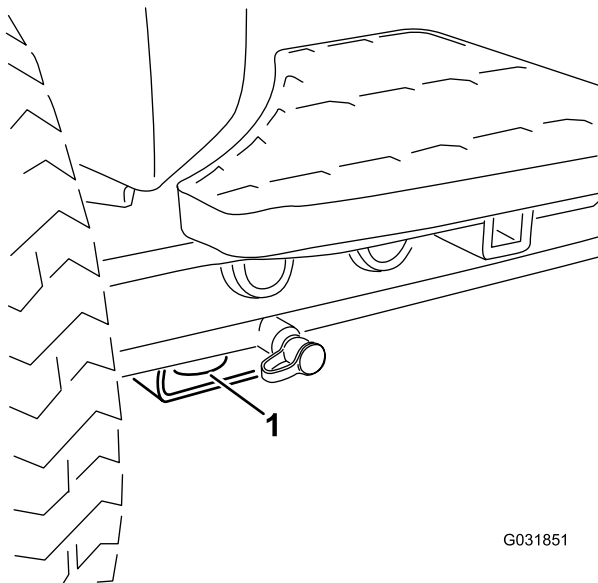

**Bild 98**
- **Heck der Maschine:** Jede Maschinenseite am Hinterrahmen (**Bild 98**).